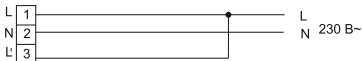

Рисунок 3
- присоединить подготовленные концы сетевого кабеля к винтовым зажимам клеммной колодки, согласно маркировке (рисунок 3):
- 3) нейтральный проводник сети – подключить к синему зажиму (N);